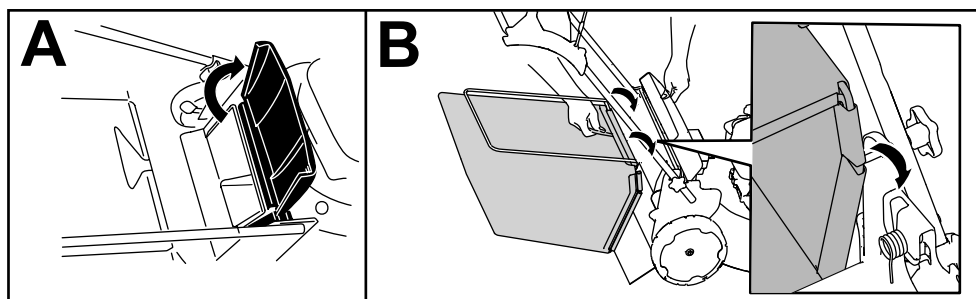

Рисунок 20
1. Поднимите и удерживайте в поднятом положении задний отражатель (вид А на Рисунок 20).
2. Установите травосборник, при этом убедитесь в том, что стержни травосборника вошли в пазы на кронштейне рукоятки (вид В на Рисунок 20).